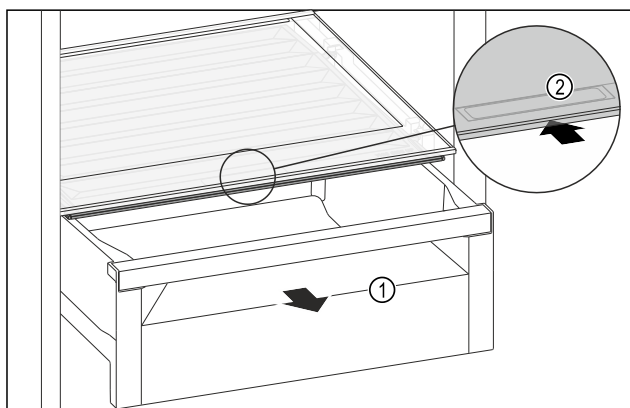

Fig. 221
- Zásuvku Fig. 221 (1) vytáhněte.
- Uchopte prohlubeň pro rukojeť Fig. 221 (2) na víku zásuvky a současně zasuňte víko zásuvky směrem dozadu.